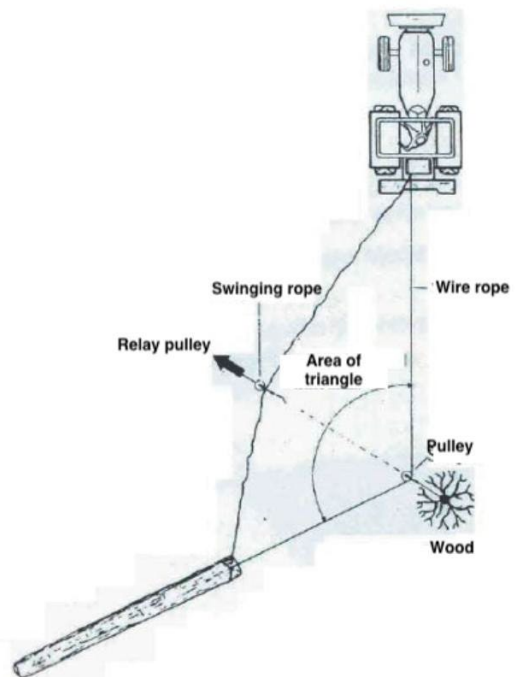

Abbildung 7
35. Während des Ziehens ist es verboten, sich zwischen der Last und der Winde sowie im Gefahrenbereich zwischen Winde, Umlenkrolle und Last aufzuhalten. (Siehe Abbildung 7).